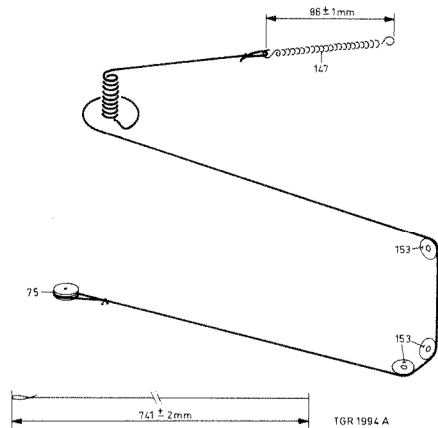

Fig. 24
- Slede pos.150 moet zodanig bevestigd worden, dat deze bij het uitwerpen van de weergegeven cassette de koordrol pos.153 niet raakt.
- De lengte van veer pos.147 moet in deze toestand $86 + 1$ mm bedragen (zie fig.24). Dit is in te stellen door de wikkelper- houding van koord pos.509 op poelie pos.137 iets te wijzigen.